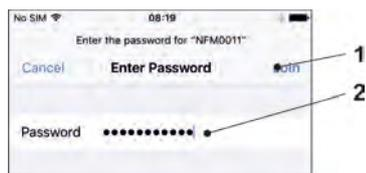

Fig. 31-14 Saisir mot de passe puis connecter
5. Saisir le mot de passe (Fig. 31-14 point 2) pour vous connecter au réseau (état de livraison = PUK) puis connecter (Fig. 31-14 point 1).